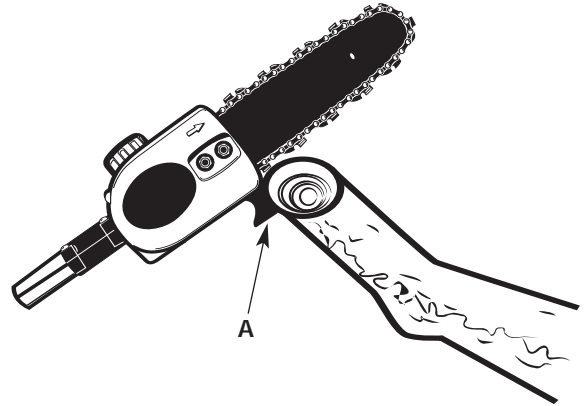

Fig. 7
1. Al manejar la sierra de poste, descanse el pie (A) de la sierra contra la rama que está cortando. (Fig. 7)